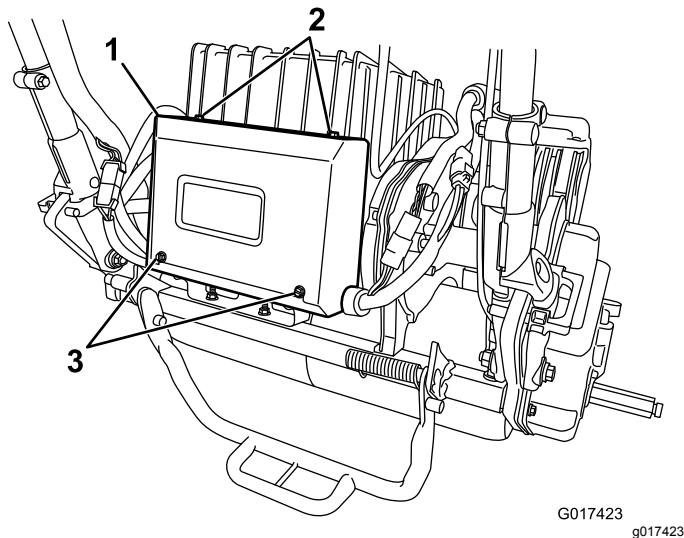

Bild 41
2. Entfernen Sie die zwei hinteren Schrauben vom Elektrokasten, lösen Sie die zwei oberen Schraube und nehmen Sie dann die Kastenabdeckung ab (Bild 41).